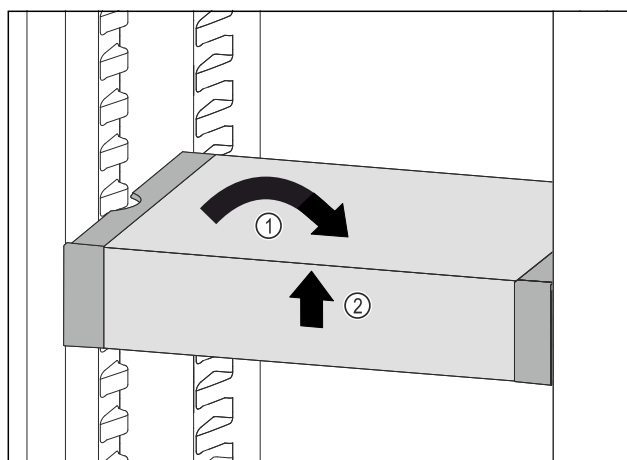

Fig. 180
- Collocare VarioSafe in maniera dritta. Fig. 180 (1)
- Sollevare VarioSafe dal lato anteriore. Fig. 180 (2)